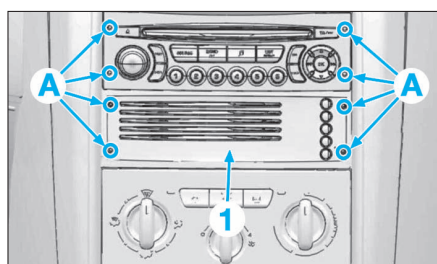

FIG. 4
- A l'aide d'un jeu de griffe, déposer l'autoradio (Fig.4).